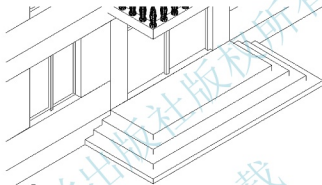
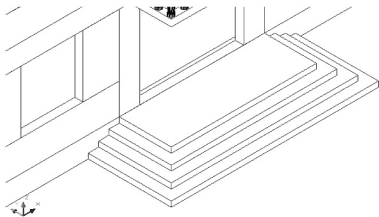

图 6.61 被拉伸后的台阶
图 6.62 进行布尔运算后的台阶
(2) 用相同的方法拉伸 3 个矩形:中间的 2 个矩形分别向 Z 轴正方向拉伸 450mm 和 300mm,最外侧的矩形向 Z 轴正方向拉伸 150mm,结果如图 6.61 所示。
- (1) 执行菜单栏中的【修改】|【实体编辑】|【合并】命令，进行布尔运算。
- (2) 在选择对象：提示下，选择刚才拉伸的全部台阶。
- (3) 按 Enter 键结束命令，结果如图 6.62 所示。对比图 6.61 和图 6.62 中台阶显示的区别。